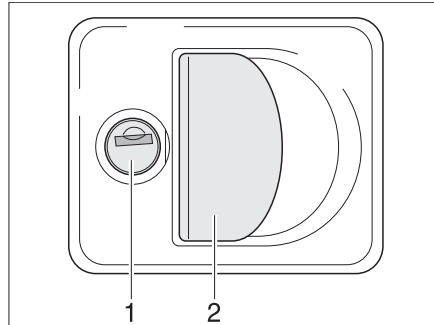

Fig. 29 Serrure du portillon avec poignée
- Insérer la clé dans le barillet (Fig. 29,1) et la tourner d'un quart de tour. La serrure du portillon est déverrouillée.
- Tirer sur la poignée (Fig. 29,2). Le portillon extérieur est ouvert.